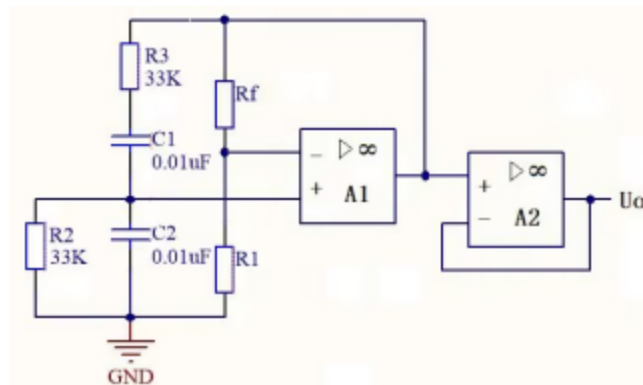

图 4
32.如图 4 所示正弦波振荡电路中, A_1 、 A_2 均为理想运放。